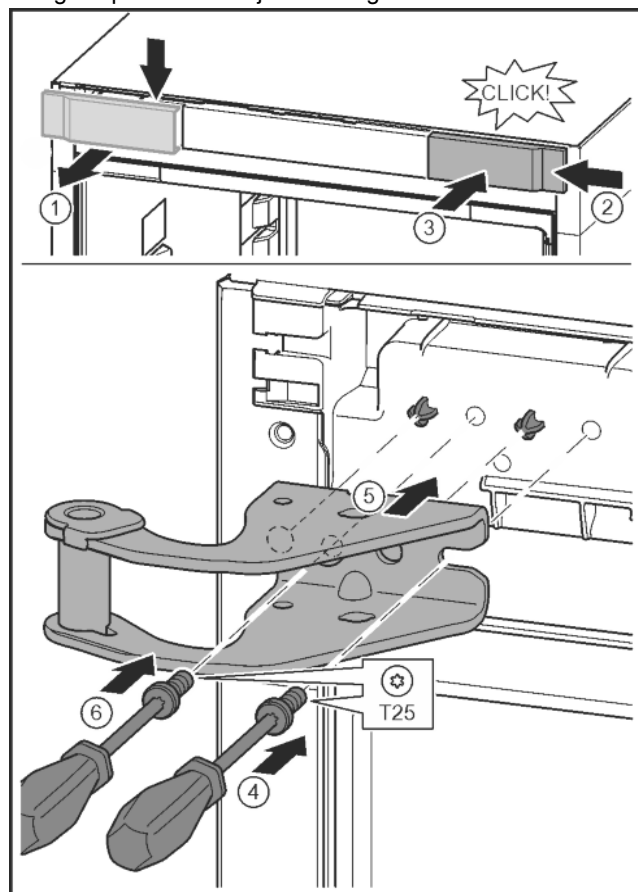

Fig. 12
- ▶ Otpustite pokrov i skinite ga bočno. Fig. 12 (1)
- ▶ Objesite pokrov okrenut za 180° na drugoj strani s desne strane. Fig. 12 (2)
- ▶ Pustite da pokrov uskoči. Fig. 12 (3)
- ▶ Odvijačem T25 postavite vijke. Fig. 12 (4)
- ▶ Postavite gornji podložak ležaja. Fig. 12 (5)
- ▶ Pritegnite vijak. Fig. 12 (4)
- ▶ Odvijačem T25 umetnite i pritegnite vijak. Fig. 12 (6)